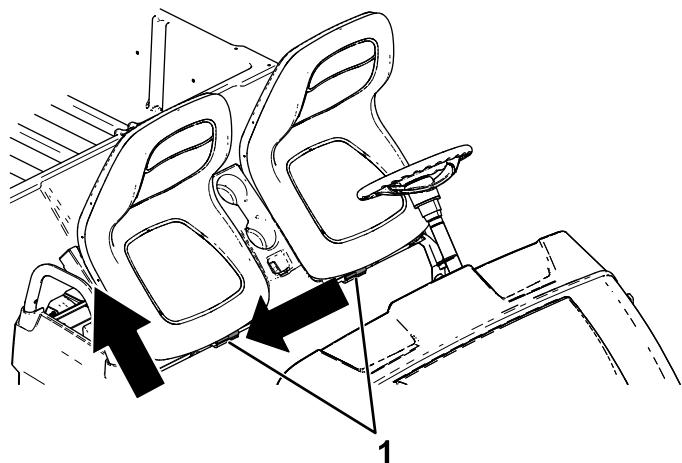

Figure 31
2. Poussez l'ensemble sièges sur le côté pour le dégager des goupilles, puis soulevez-le (Figure 31).